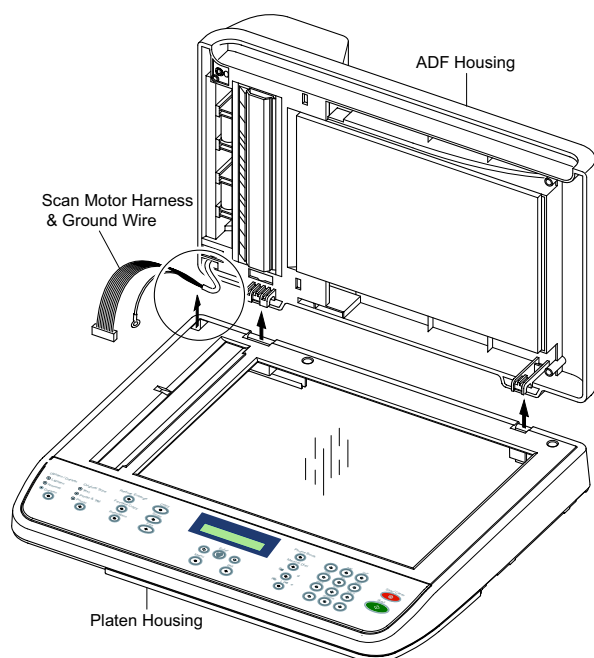

Рисунок 2
3. Снимите корпус ADF с корпуса стекла экспонирования, аккуратно освобождая жгут двигателя ADF и провод заземления из корпуса стекла экспонирования, рисунок 2.